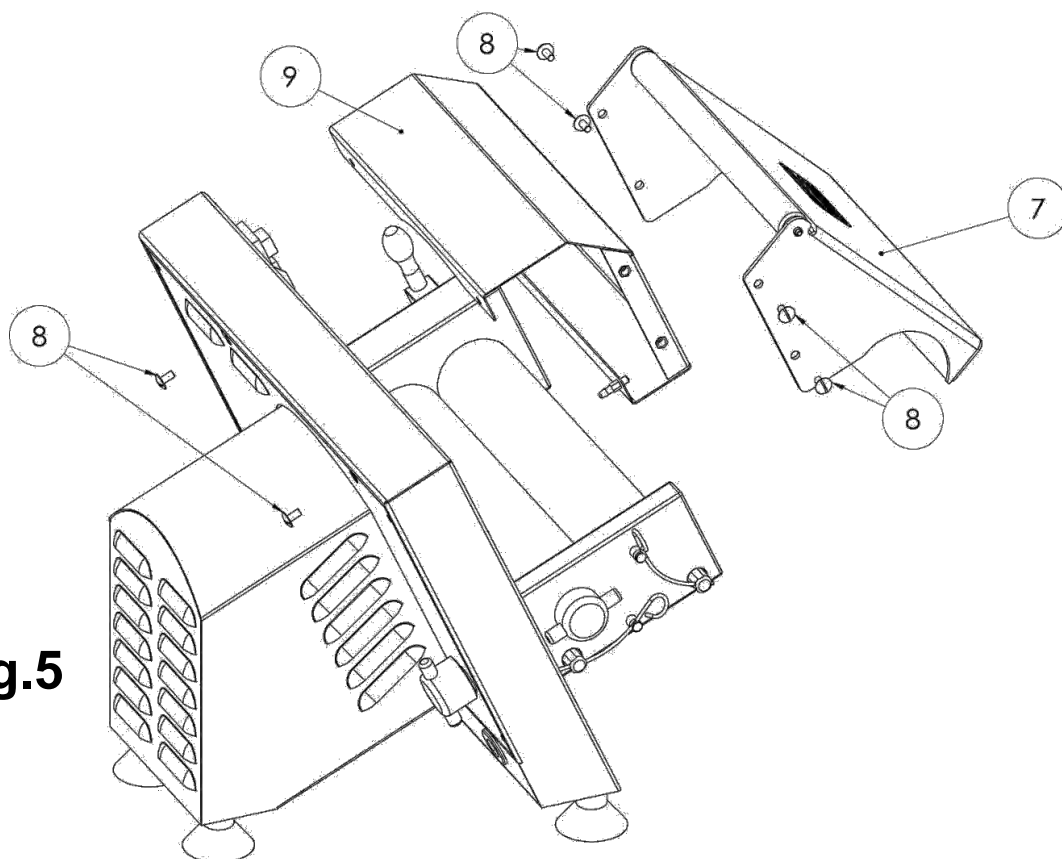

Fig.5
- 1) Svitare le viti (8) della difesa rulli (7) e dello scivolo (9) di Fig.5. La difesa rulli (7) va lavata in acqua corrente tiepida e asciugata con panno di cotone o panno carta. Successivamente la difesa dovrà essere **SEMPRE** rimontata con le viti accuratamente fissate.